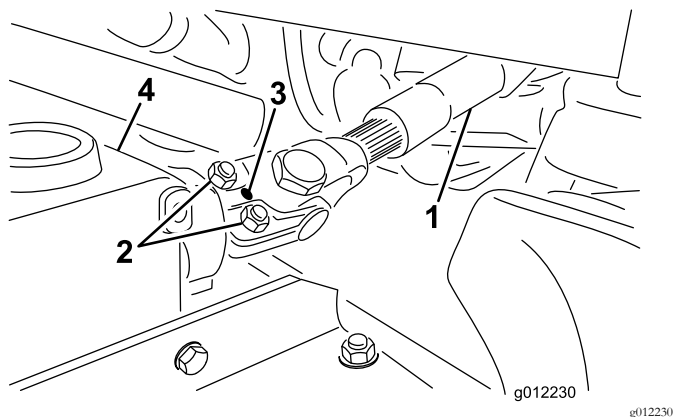

图4
- A. 从端轭和齿轮箱轴卸下滚销图4。
B. 松开2个平头螺丝和锁紧螺母 图4。
- 用滚销将 PTO 驱动轴的端头固定至齿轮箱轴 图4。
- 拧紧锁紧螺母将端头固定到齿轮箱轴 图4。上紧锁紧螺母扭矩至 2025Nm。